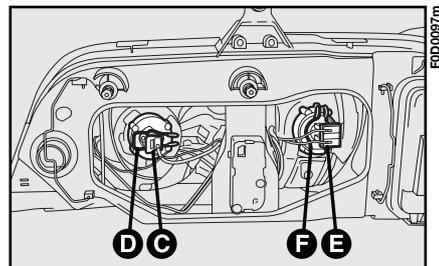

fig. 13
- 4) desenchufe el conector **C** o **E**-fig. 13;